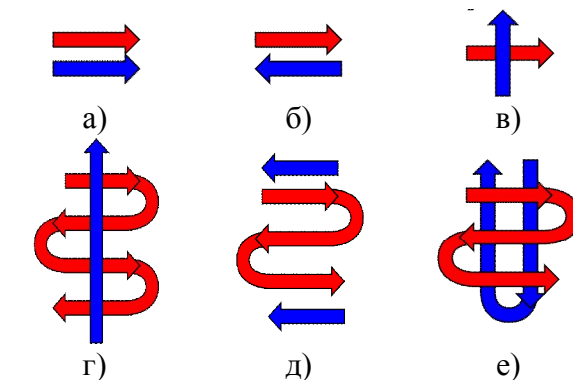

Рис. 5.1. Схемы движения теплоносителей
При рассмотрении теплообменных аппаратов с непрерывно изменяющейся температурой теплоносителей следует различать аппараты (рис. 5.1):
- прямоточные (рис. 5.1,а) – теплоносители движутся параллельно в одном направлении;
- противоточные (рис. 5.1,б) – теплоносители движутся параллельно в противоположных направлениях;
- теплообменники с перекрестным током – теплоносители движутся во взаимно перпендикулярных направлениях, при этом возможен однократный (рис. 5.1,в) и многократный (рис. 5.1,г) перекрестный ток. Возможны также сложные схемы движения теплоносителей (рис. 5.1,д,е);